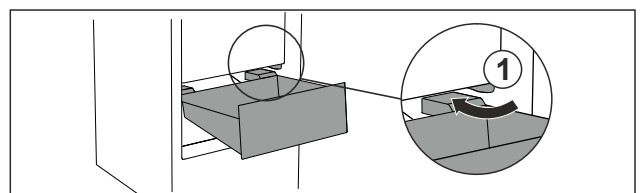

Fig. 78
- ▶ Poprowadzić szufladę ukośnie wokół stoperów Fig. 78 (1).